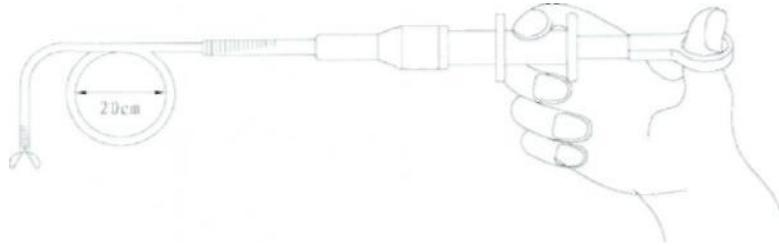

Рис.6
- а) Вращать щипцы для биопсии в радиусе 20см. Чашечки щипцов открыть/закрыть, чтобы проверить работает ли нормально. Рис.6.